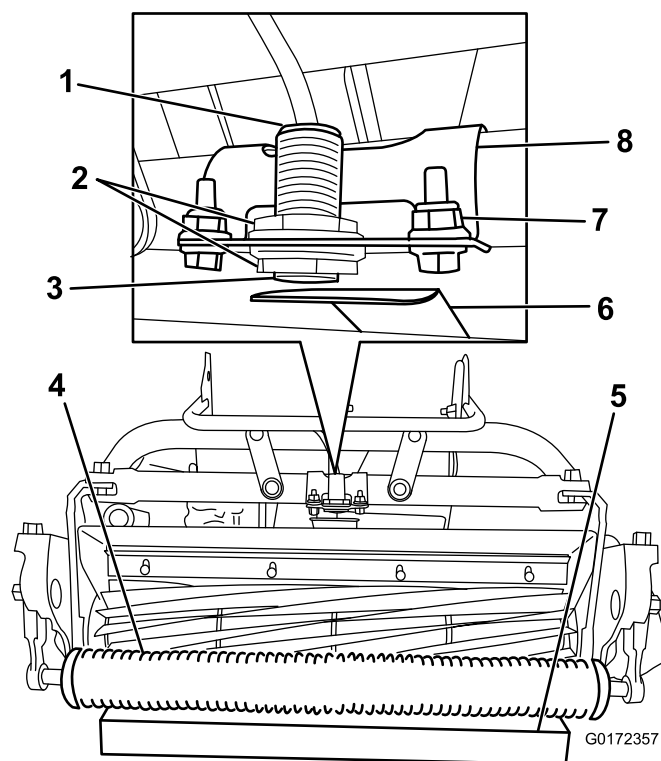

図 14
2. センサーについているジャムナットをゆるめて、ジャムナットの先端からねじ山が1山だけ見えるように調整する 図 14。
4. カuttingユニットの前ローラの下に 3.8cm の角材を置く 図 14。
5. センサーのブラケットをフレームに固定している締結具をゆるめる 図 14。
8. センサー上部にあるランプが点灯するように、センサーのブラケットをターゲットプレートに向ける 図 14。すでにランプが点灯している場合には、ランプが消えるまでブラケットを回し、それから元に戻してもう一度点灯させる。